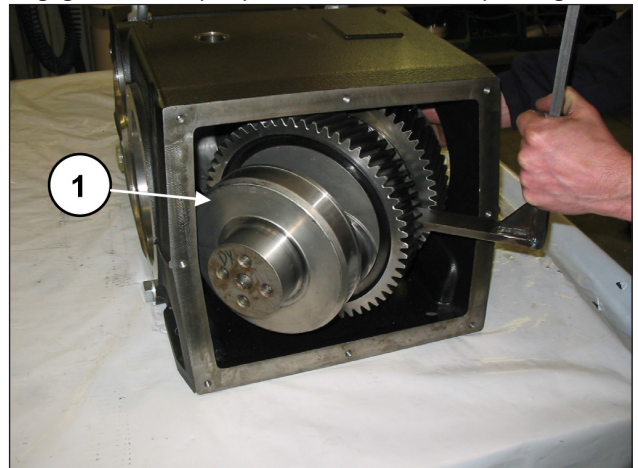

Fig. 39
Dégager le vilebrequin par l'arrière du carter (rep. ①, Fig. 39).